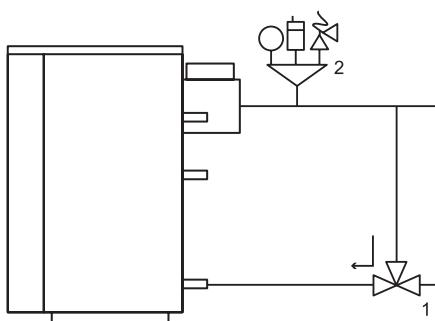

Рис. 10
- При монтаже котлов KOBOLD S необходимо установить на выходе теплоносителя группу безопасности, включающую в себя автоматический воздухоотводчик, манометр и аварийный сбросной клапан на 3 бар (рис.10, поз. 2). Отвод теплоносителя из сбросного клапана необходимо обеспечить в дренажную линию с разрывом струи. При выходе из строя котла по причине отсутствия группы безопасности или расширительного бака, ремонт будет считаться не гарантийным и подлежит к оплате владельцем оборудования в полном объеме.
- Для выравнивания температурного перепада между подачей и обратной линией, рекомендуется устанавливать терmostатический трехходовой клапан, например ESBE VTC511 (поддержание температуры обратной линии в котел не ниже 60°C) (Рис.10, поз.1). Повреждения теплообменника, вызванные перепадом температуры, не являются гарантийными.